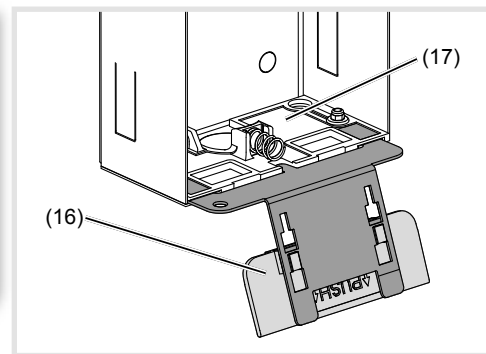

Bild 5: eingestecktes Öffnungswerkzeug
(15) Aufwinklungswinkel der Befestigungselemente
- Öffnungswerkzeug (16) in die Aufnahme des unteren Befestigungselementes (17) am Gehäuse stecken (Bild 5).
(16) Öffnungswerkzeug
(17) Befestigungselement
- Die Schlaufen des Sicherungsseils (17) am linken oberen Einhängen der Türstation und am oberen Befestigungselement (16) im Gehäuse einhängen. Die Türstation zur Installation auf das Öffnungswerkzeug stellen (Bild 5).